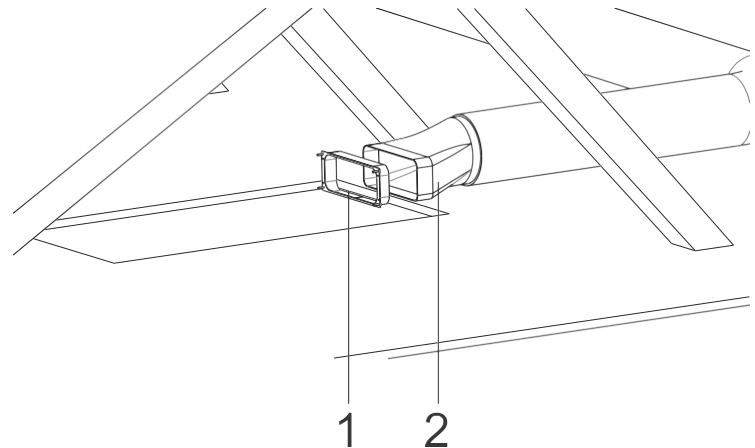

Fig. 19
- 4. ➔ Montera den rektangulära stosen på den runda/platta adaptern (Fig. 19)